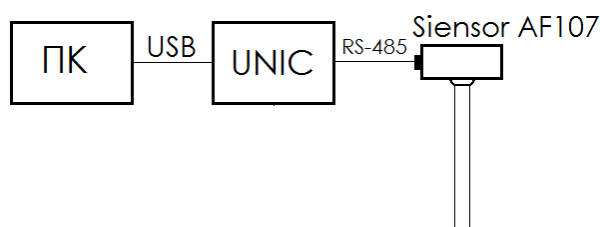

Рис. 2.10 Схема подключения ДУТ Siensor AF107 к ПК
1. Подключите ДУТ к ПК согласно схеме подключения (рис. 2.10), используя устройство настройки UNIC. Назначение выводов разъема для подключения внешнего устройства приведено в таблице (таблица 2.1).